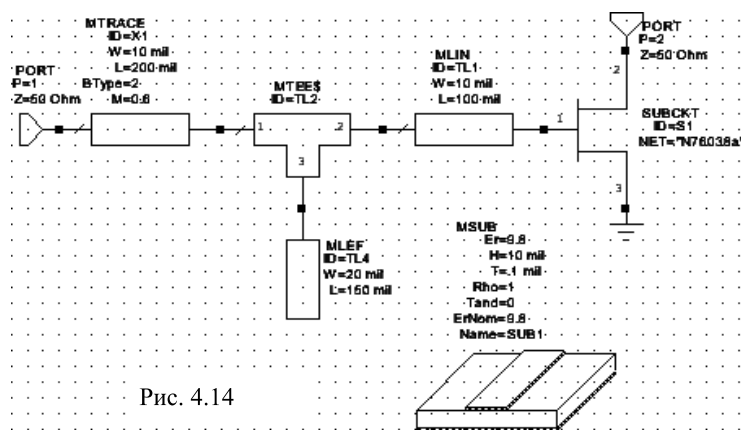

Рис. 4.14
Port на панели инструментов, переместите курсор в окно схемы, поместите порт на левом узле элемента **MTRACE**, как показано на рис. 4.14 и щёлкните левой кнопкой мышки, чтобы зафиксировать.
- Чтобы закончить схему, щёлкните левой кнопкой мышки по значку **Ground** на панели инструментов, переместите курсор в окно схемы, поместите землю на узле **3** элемента **SUBCKT** и щёлкните левой кнопкой мышки, чтобы зафиксировать (Рис. 4.14).